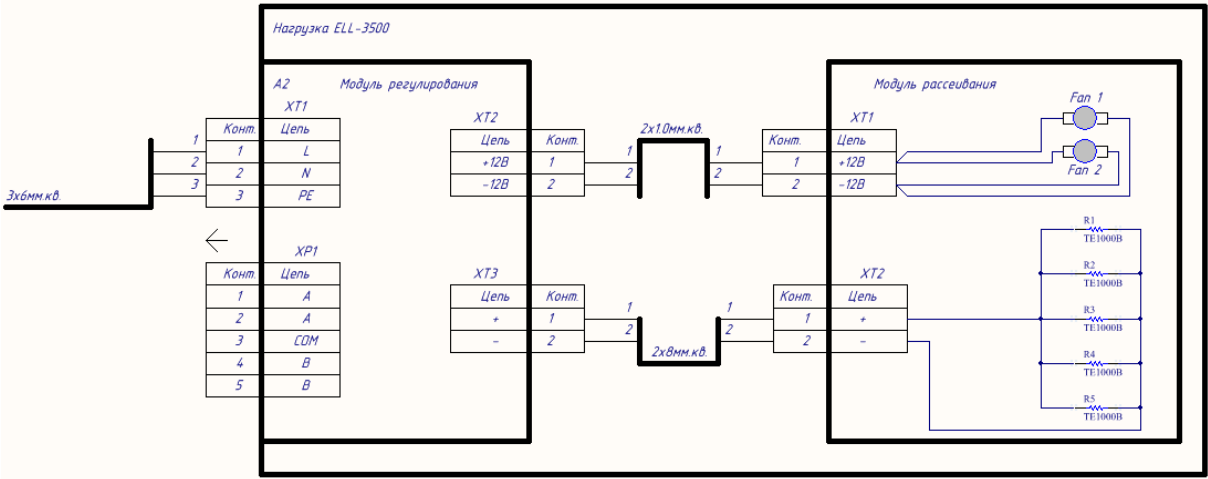

Рис.3 Схема соединений
2. Произвести соединение блоков согласно схеме соединений(рис.3);